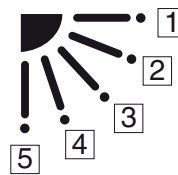

Fig. 7-11
* Données de réglage "**YYYY**" (voir la Fig. 7-11)
Lorsque la position du volet est réglée sur ④ ou ⑤ et l'unité est en mode de refroidissement ou en mode sec, la position du volet est déplacée sur ③ et l'appareil se met en marche. (voir la Fig. 7-11)
À ce moment, les volets non sélectionnés sont déplacés sur la position ①. (voir la Fig. 7-11)
- ⑥ Appuyez sur la touche **SET**.